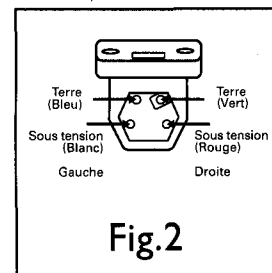

Fig.2
(2) Branchements. Les broches de contact sont facilement identifiables grâce au code de couleurs correspondant aux normes internationales. Raccorder les quatre conducteurs de la tête de lecture aux broches correspondantes de la tête de lecture (voir Fig. 2).